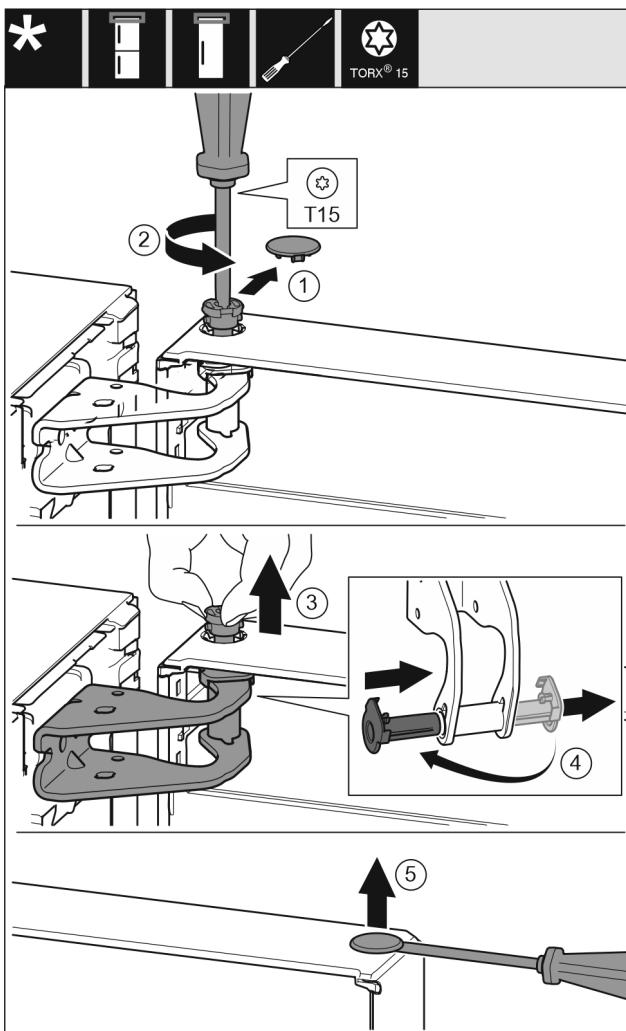

Fig. 6
- Oprezno skinite sigurnosni pokrov. Fig. 6 (1)
- Odvijačem T15 malo odvijte svornjak. Fig. 6 (2)
- Čvrsto držite vrata i prstima izvucite svornjak. Fig. 6 (3)
- Izvucite čahuru ležaja iz vodilice. Umetnute s druge strane i pustite da uskoči. Fig. 6 (4)
- Ravnim odvijačem oprezno podignite čep iz čahure ležaja vrata i izvucite ga. Fig. 6 (5)